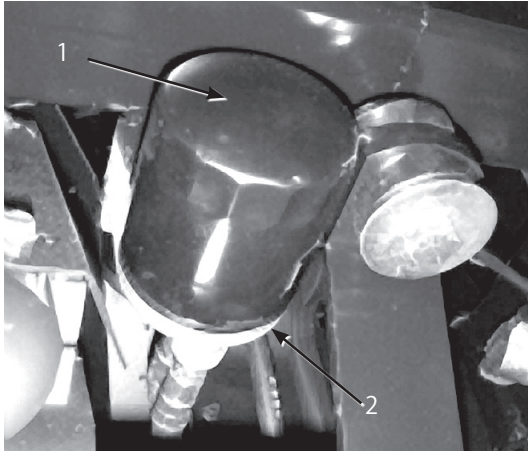

図33
2. 古いフィルタを外す（図33）。
3. フィルタ・アダプタのガスケットの表面をきれいに拭く（図33）。
4. 新しいフィルタのガスケットにオイルを薄く塗る（図33）。
5. アダプタに新しいフィルタを取り付ける。ガスケットがアダプタに当たるまで手でねじ込み、そこから更に1/2回転増し締めする（図33）。